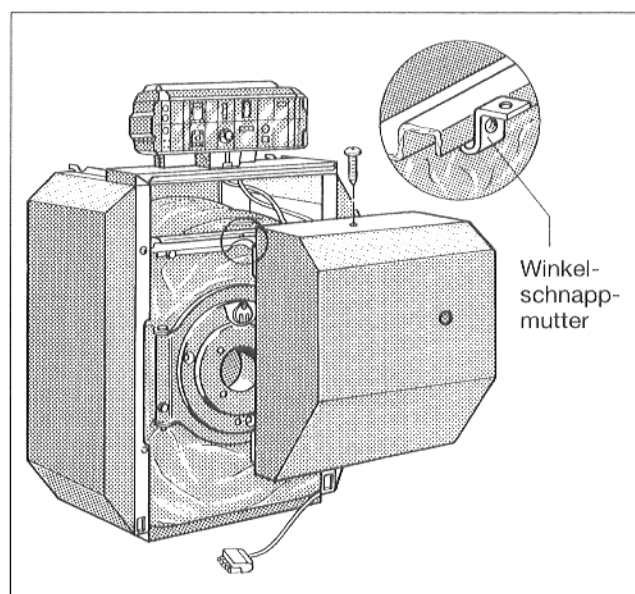

Abb. 26
- Winkelschnappmutter mittig auf die Halteschiene der vorderen Traverse aufstecken (Abb. 26).
- Brennerhaube in Halteschiene der Traverse einhängen (Abb. 26).
- Sicherungsschraube von oben in Haubenmitte und Schnappmutter eindrehen (Abb. 26).
- Heizflächen mit der Reinigungsbürste in horizontaler Richtung durchbürsten, Verbrennungsrückstände entfernen (Abb. 26).